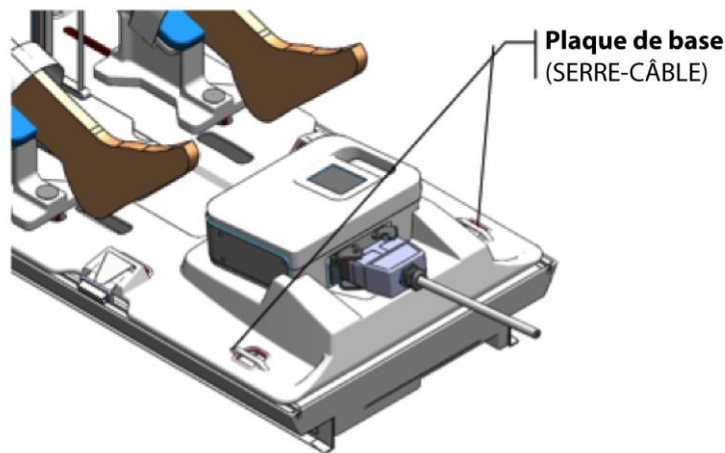
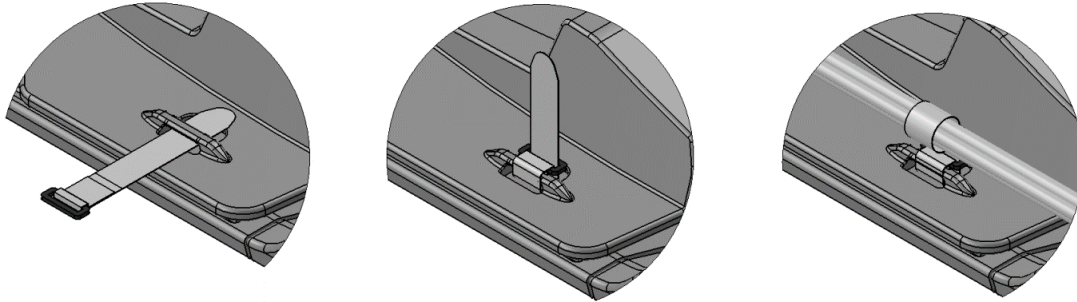

Figure 44 : Emplacement des sangles pour tubulures/câbles sur la plaque de base
Figure 45 : Fixation des sangles pour tubulures/câbles
6. Manipulateur IRM : fixer deux sangles pour tubulures/câbles aux emplacements indiqués sur la Figure 44 et en suivant les instructions de la Figure 45.